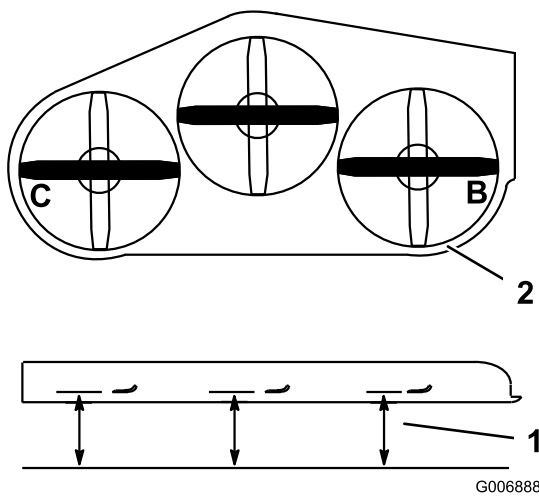

Figura 90
3. Coloque las cuchillas en posición lateral. Mida en las posiciones **B** y **C** desde una superficie nivelada hasta el filo de corte de los extremos de las cuchillas (Figura 90).